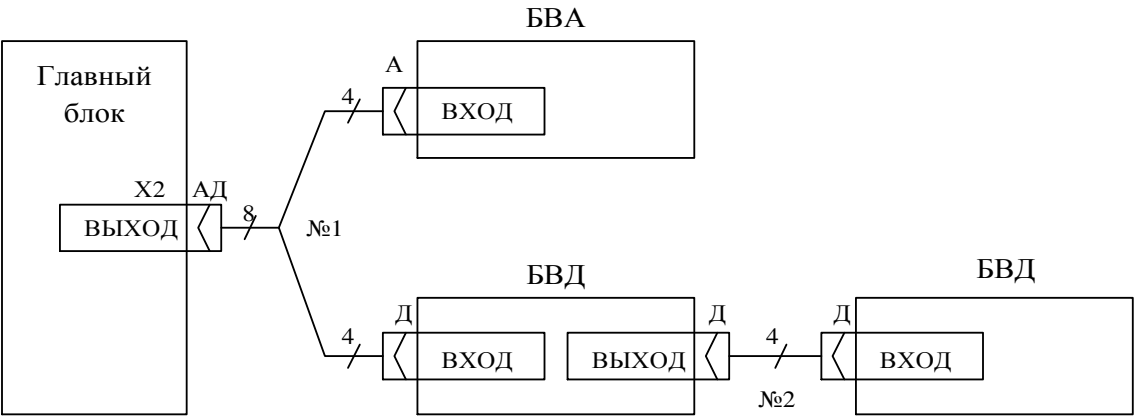

Рисунок 2 - Схема межблочных соединений ПКЦ-12К
6.2. Схема соединения блоков прибора (Рисунок 2).